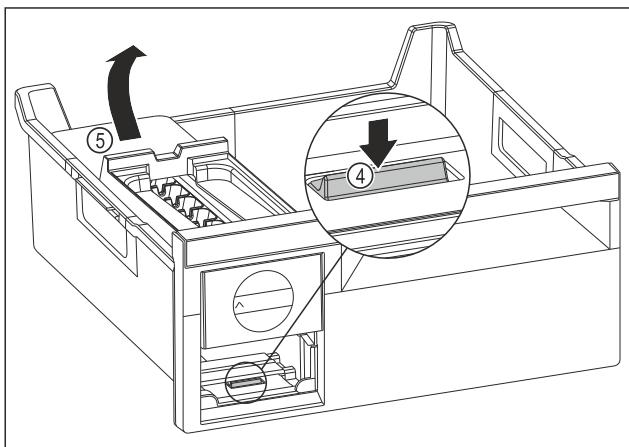

Fig. 130
- Вийняти корпус EasyTwist-Ice: натиснути накладку Fig. 130 (4) пальцем вниз і одночасно підняти корпус EasyTwist-Ice Fig. 130 (5) ззаду іншою рукою.